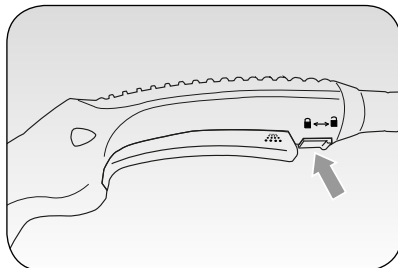

Fig. 4
Um eine versehentliche Aktivierung der Dampfabgabe zu vermeiden, muss der Verriegelungsschieber (B) von unten nach oben geschoben werden (🔒); Zur Freigabe muss der Schieber (B) von oben nach unten geschoben werden (🔓) (Abb. 4).